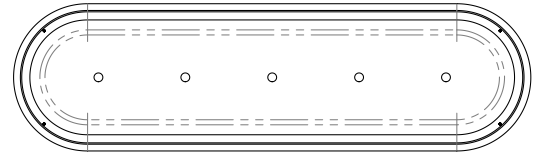

Fig. 3
*La base de GFRC tendrá orificios existentes (fig. 3) para drenaje y no debe usarse para anclaje.*